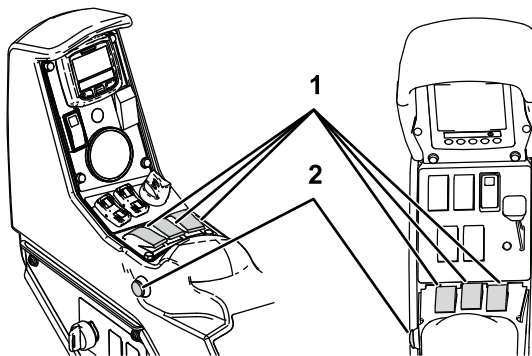

Figura 16
8. Per iniziare ad irrorare, premete l'interruttore principale portandolo sulla posizione ON (Figura 16).
9. Premete gli interruttori di sezione (che si trovano tra i sedili) portandoli sulla posizione ON (Figura 16).
8. Per iniziare ad irrorare, premete gli interruttori di sezione (che si trovano tra i sedili) portandoli sulla posizione ON (Figura 16).